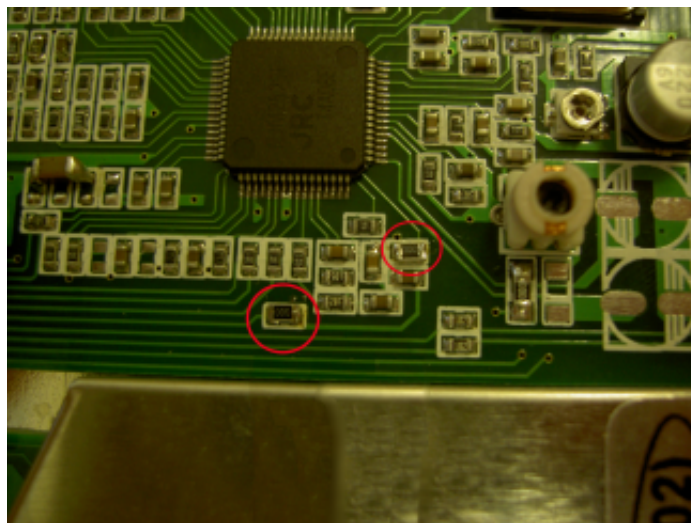

Рис.20.
10. На плате, не закрытой экраном, удалить резисторы R87 и NP1 и установить на их места резисторы сопротивлением 0 Ом (рис.20, 21).